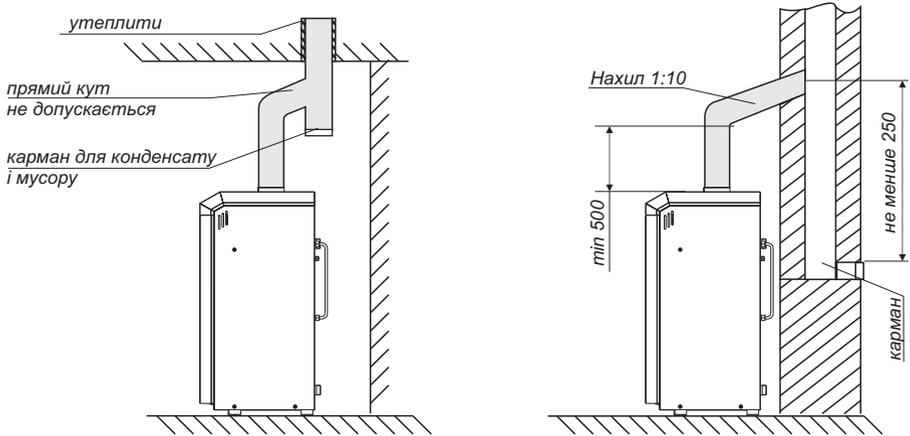

Рис. 4. Схема підключення котла до димового каналу і план установки котла.
- е) кінець газохідного патрубку котла не повинен виступати за стіну каналу (див. рис. 4)